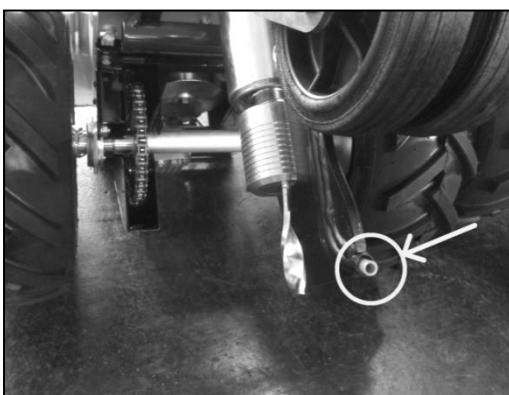

Рис. 2
- Проверьте целостность выходного отверстия для ограничительного провода на направляющей кабеля (подача) (рис. 2). В частности, проверьте целостность гибкой трубы внутри направляющей кабеля. В случае любых повреждений необходимо выполнить замену. Кроме того, убедитесь в отсутствии порезов вдоль кромки отверстия направляющей кабеля; кромка не должна быть острой или зазубренной. Замените поврежденную направляющую кабеля.